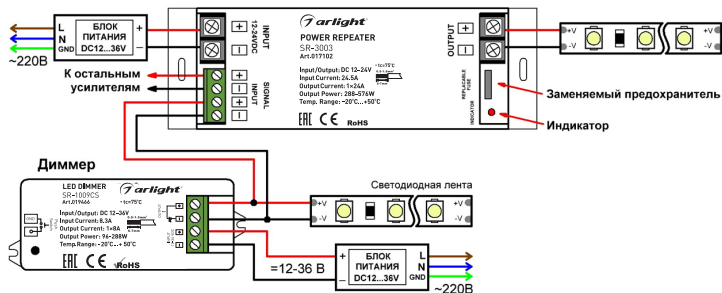

Рис. 1. Схема подключения.
- 3.3. Подключите светодиодную ленту к выходу усилителя **OUTPUT** согласно приведенной на Рис. 1 схеме, соблюдая полярность.